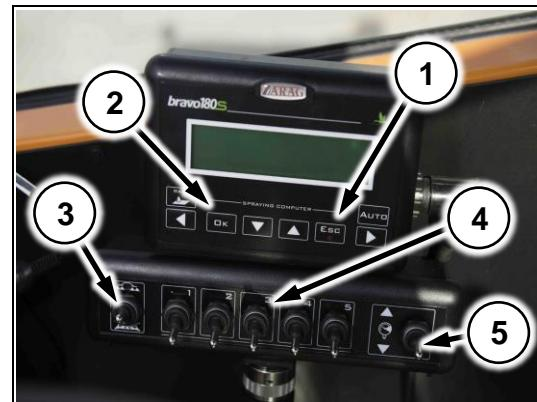

Рис. 60
- (Рис. 60/1) – кнопка питания
- (Рис. 60/2) – клавиши управления
- (Рис. 60/3) – тумблер включения опрыскивания
- (Рис. 60/4) – тумблера включения секций
- (Рис. 60/5) – тумблер регулировки расхода жидкости